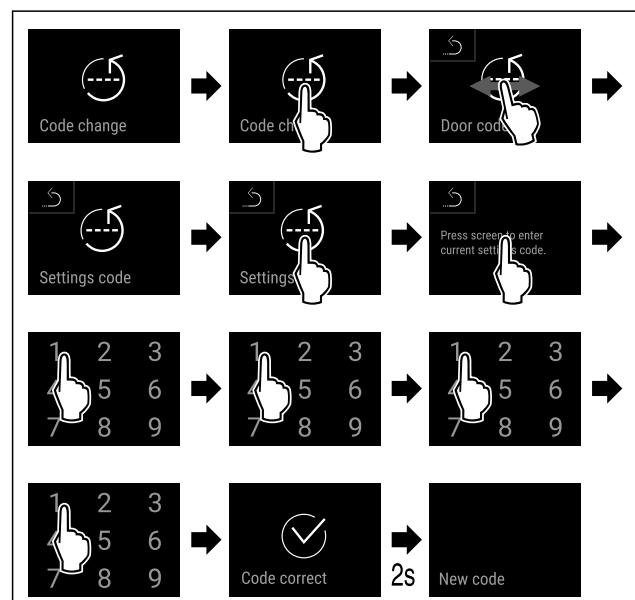

Fig. 94
- Seguir los pasos de procedimiento (consulte Fig. 94).
- Seguir los pasos de procedimiento (consulte Fig. 94) .